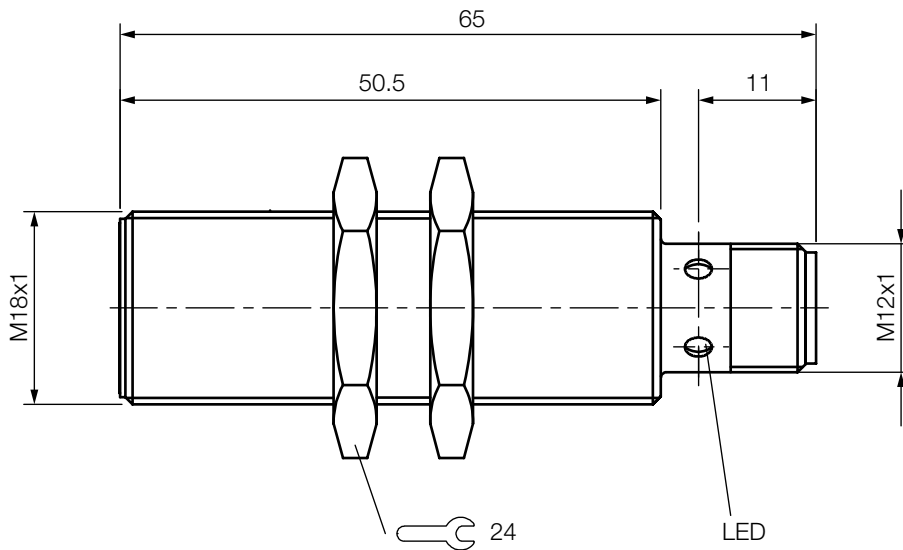

Bild 4-1: Abmessungen, Aufbau und Funktion
**i** Abmessungen siehe Bild 4-1 auf Seite 7.